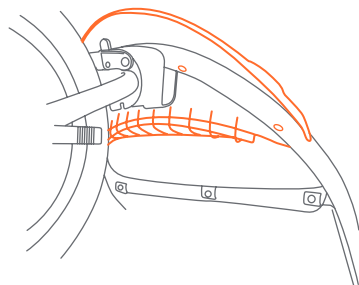

Fig. 25a
25) • Alinee el guardabarros delantero y presiónelo en el armazón delantero (Fig. 25a).